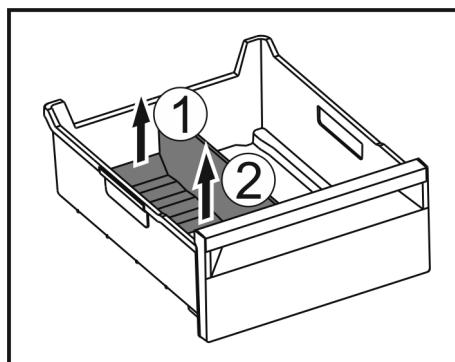

Fig. 74
- Підняти задню частину перегородки відділення для льоду. Fig. 74 (1)
- Вилучити перегородку рухом вгору. Fig. 74 (2)